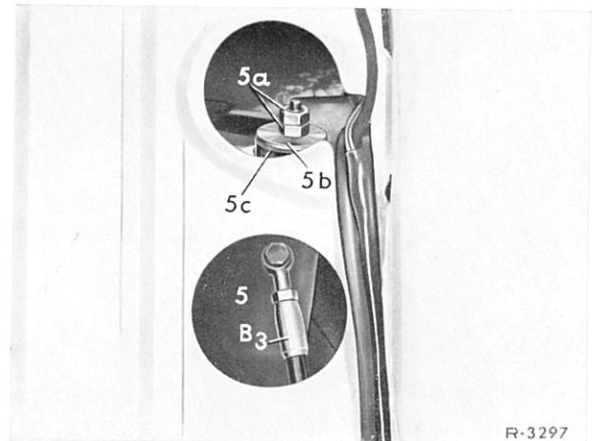

Bild 32-16/1
- 5 Sechskantschrauben der unteren Aufhängung am Schräglenker (19) lösen und Federbein nach unten herausnehmen (Bild 32-16/2 und 4).
- 6 Obere Aufhängungsteile vom Federbein entfernen (Bild 32-16/3).